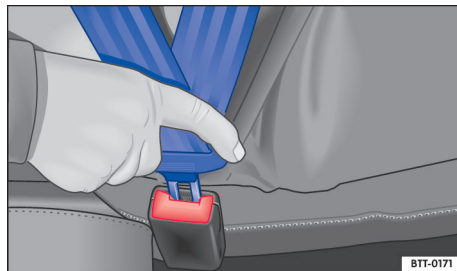

Fig. 23 Introducerea limbii centurii în catarama centurii de siguranță.
4. Introduceți ferm limba centurii în catarama centurii de siguranță aferentă locului respectiv → fig. 23.